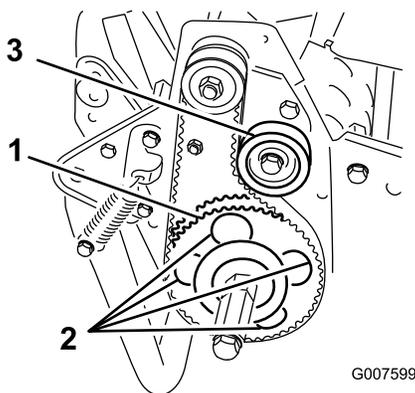

Bild 38
7. Drehen Sie die Antriebsscheibe, bis die Löcher mit den vier Bundscheiben des Rollenlagers ausgerichtet sind (Bild 38).
11. Stellen Sie die Riemen Spannung ein, und ziehen Sie die Befestigungsschraube der Spannscheibe an (Bild 38).